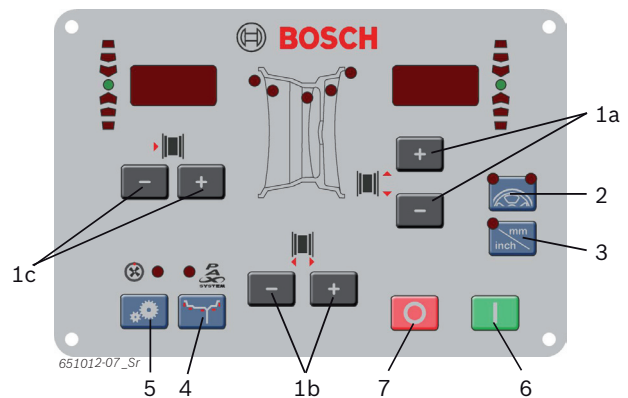

Fig. 6: Teclas del campo de manejo/campo de visualización
2. Seleccionar la distancia de llanta determinada a través de la tecla <-> o <+> para la distancia de llanta (fig. 6, pos. 1).
4. Seleccionar la anchura de la llanta determinada a través de la tecla <-> o <+> para la anchura de la llanta (fig. 6, pos. 1).
6. Seleccionar el diámetro de la llanta determinado a través de la tecla <-> o <+> para el diámetro de la llanta (fig. 6, pos. 1).
2. Introducir la cantidad disponible de radios con las teclas <-> o <+> (fig. 6, pos. 1).